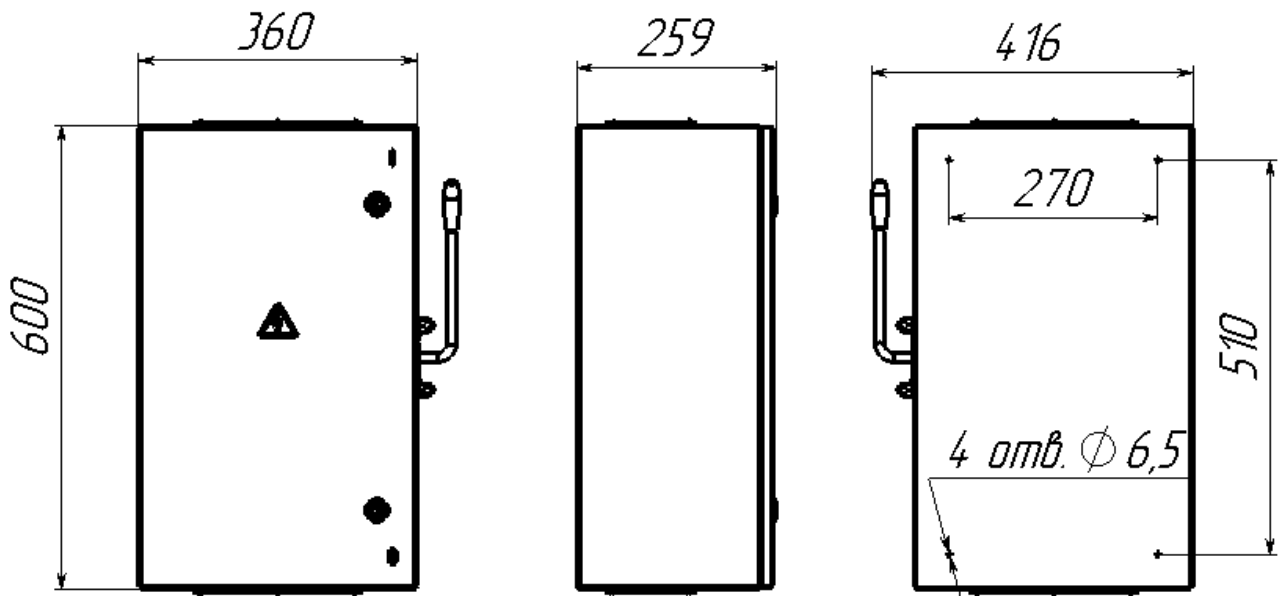

Рис.1. Внешний вид, габаритные и установочные размеры корпуса ящика силового ЯБПВУ-400-54-У3-Узола.
2.13. Габаритные и установочные размеры	- см. рис.1;